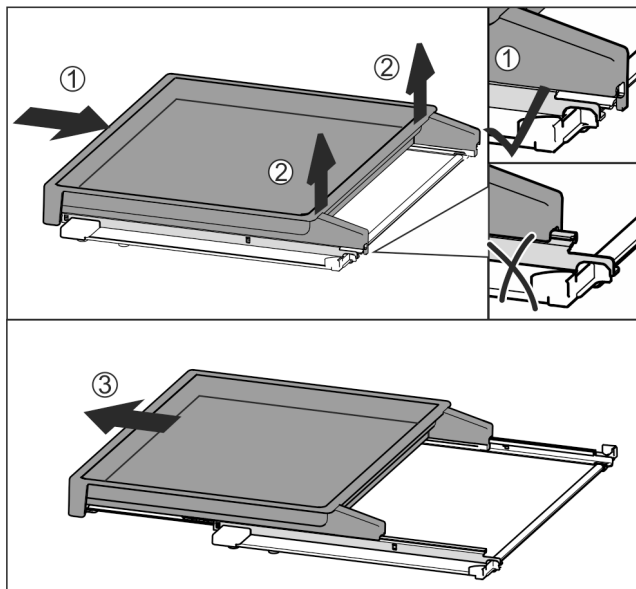

Fig. 43
- ▶ Wsunąć całkowicie wysuwaną półkę Fig. 43 (1).
- ▶ Zwolnić zatrzask po tylnej stronie Fig. 43 (2).
- ▶ Wyjąć wysuwaną półkę do przodu Fig. 43 (3).